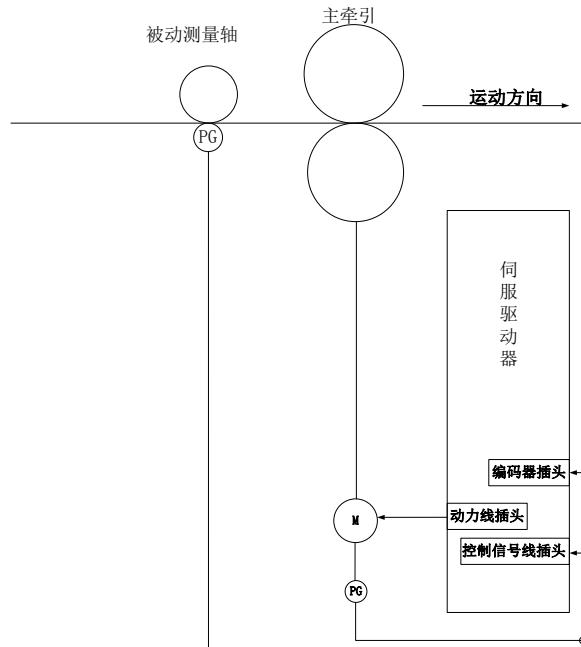
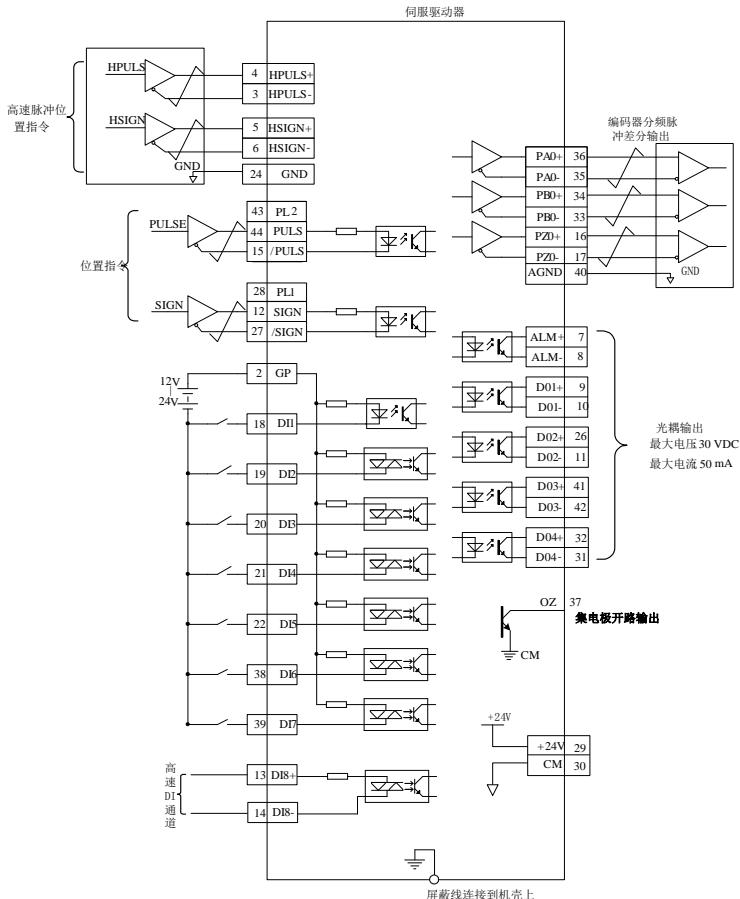

图 6.4.37 全闭环典型应用示意图
图 6.4.39 全闭环模式典型接线图
- ★ 参考图 6.4.37 或图 6.4.39 的配线说明，进行 DI/D0 信号的连线；